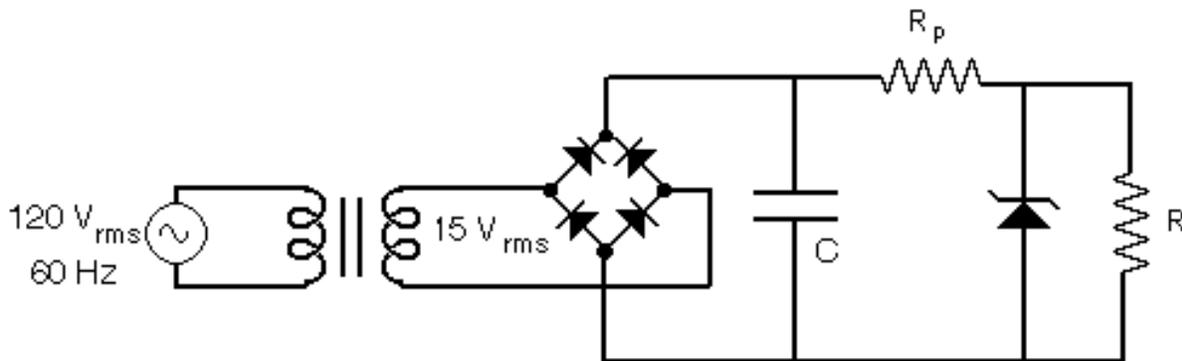

Figura 2.2: Fuente regulada: Circuito rectificador de onda completa con filtro capacitivo y regulador básico con diodo zener
5.- En el circuito de la Figura 2.2, la fuente DC constituida por un rectificador de onda completa con filtro capacitivo y regulador zener, explique brevemente cómo funciona este circuito y cuál es su objetivo fundamental. Haga un esquema de las formas de onda del voltaje y de la corriente que espera observar en la entrada del circuito. en el condensador y en la resistencia de carga, indicando los tiempos de interés.
6.- Utilizando los valores indicados por su profesor, realice la simulación interactiva del circuito de la Figura 2.2 en MULTISIM, usando el osciloscopio Tektronix de la sección de instrumentos virtuales a fin de observar en la pantalla los voltajes de entrada y salida de dicho circuito. Realice también el análisis transitorio (TRANSIENT) para obtener los voltajes de entrada y salida sobre los que pueda utilizar marcadores para determinar con precisión las variables de interés.
7.- Monte el circuito de la Figura 2.2 con los valores indicados por su profesor, sin incluir todavía el diodo zener ni la resistencia R_p y preferiblemente con un puente de onda completa integrado (los cuatro diodos en un solo encapsulado). Verifique la operación de este rectificador de onda completa con filtro capacitivo observando las formas de onda a la entrada del rectificador, sobre el condensador y sobre la carga, y registre sus observaciones.
10.- Conecte al circuito el diodo zener y la resistencia R_p , como se indica en la figura 2.2 con los valores indicados por su profesor y registre los siguientes datos para dos valores diferentes del condensador:
11.- Una vez que se tiene el regulador con zener de la Figura 2.2, antes de desconectar la resistencia de carga es necesario tener la seguridad de que el valor de R_p es el adecuado para que la corriente que circulará por el diodo zener no sobrepase la corriente máxima del dispositivo. El diseño del regulador debe realizarse de forma que se cumpla esta condición. Desconecte la resistencia de carga y mida la corriente que circula por el diodo zener, determinando el voltaje sobre la resistencia de protección y dividiéndolo entre el valor de dicha resistencia.
12.- A fin de determinar la regulación de carga, realice las siguientes mediciones sobre diferentes resistencias de carga en el circuito de la Figura 2.2, manteniendo constantes el valor del condensador y la amplitud del voltaje de entrada al rectificador de onda completa.
13.- A fin de determinar la regulación de línea, realice las siguientes mediciones sobre la resistencia de carga en el circuito de la Figura 2.2 (que debe permanecer constante durante esta prueba) y varíe el voltaje de entrada al rectificador utilizando el variac. Registre tres valores para los que el regulador se mantenga operativo.